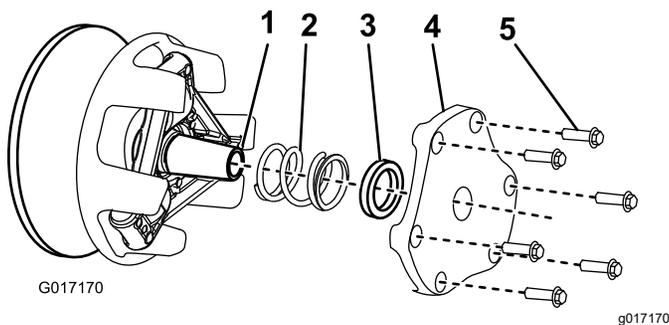

Figura 54
4. Reserve a cobertura, espaçador e mola (Figura 54).